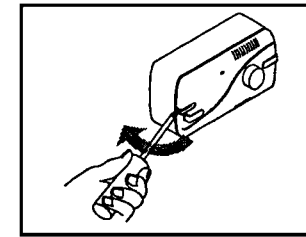

Abb. 2a:
- 1 Lösen Sie die Frontplatte und den Montagerahmen, indem Sie die Schraubenabdeckungen abnehmen und die zwei Schrauben entfernen (siehe Abb. 2a und 2b).